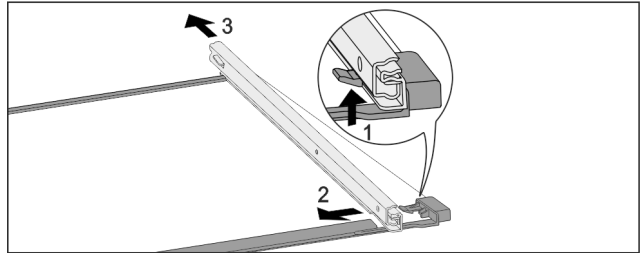

Fig. 187 Glasplatte mit Schienen
- ▶ Vorderen Rasthaken nach oben drücken. Fig. 187 (1)
- ▶ Auszugsschiene zur Seite Fig. 187 (2) und nach hinten Fig. 187 (3) wegschieben.